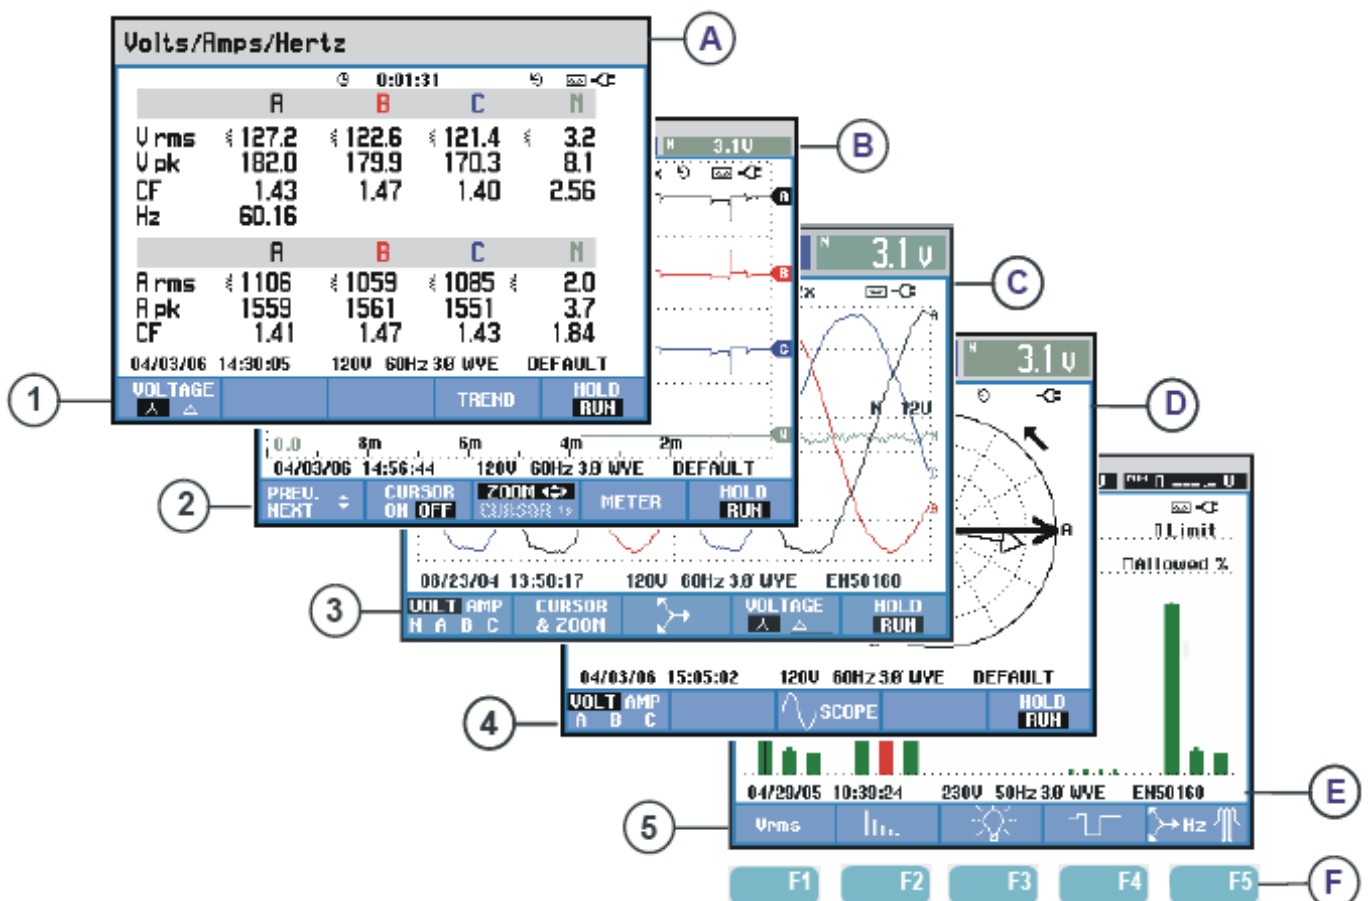

Figura 5-1. Vedere de ansamblu asupra tipurilor de ecrane
În continuare este oferită o descriere sumară a fiecărui tip de ecran și scopu acestuia. Este dat de asemenea și modul de măsurare pentru care este utilizat cât și capitolul cu informații detaliate. Cantitatea de informații de pe ecran depinde de numărul fazelor și configurația conectării. Consultați figura 5-1, item 1...5.
①	Ecran multimetru: oferă o privire de ansamblu instantanee despre multe valori numerice măsurate importante. Utilizat pentru: Vloți/Amperi/Herți (Capitolul 8), Scăderi & Creșteri (Capitolul 9), Armonice (Capitolul 10), Putere & Energie (Capitolul 11), Flicker (Capitolul 12), Dezechilibru (Capitolul 13), Monitorizarea calității puterii (Capitolul 18).
②	Ecran tendință: acest tip de ecran este corelat cu ecranul multimetru. Prezintă evoluția în timp a valorilor măsurate din ecranul multimetru. După selectarea unui mod de măsurare, Analizorul pornește înregistrarea tuturor valorilor măsurate în ecranul multimetru. Utilizat pentru: Vloți/Amperi/Herți (Capitolul 8), Scăderi & Creșteri (Capitolul 9), Putere & Energie (Capitolul 11), Flicker (Capitolul 12) și Curent Inrush (Capitolul 15)
③	Ecran forme de undă: Prezintă formele de undă pentru tensiune și curent așa cum sunt afișate pe un osciloscop. Canalul A (L1) este canalul de referință și sunt afișate două perioade complete începând de la 0 volți. Tensiunea și frecvența nominală determină dimensiunea grilei de măsurare. Utilizat pentru: Osciloscop forme de undă (Capitolul 7) și Efecte tranzitorii (Capitolul 14)
④	Ecran fazor: Prezintă defazajul între tensiuni și curent sub forma unei diagrame de vectori. Vectorul de referință – canalul A (L1) – indică spre direcția pozitivă orizontală. Amplitudinea pentru A (L1) este referință pentru dimensiunea grilei de măsurare. Utilizat pentru: Osciloscop fazor (Capitolul 7) și Dezechilibru (Capitolul 13)
⑤	Ecran grafic bare: prezintă densitatea fiecărui parametru măsurat ca procent, cu ajutorul unui grafic cu bare. Utilizat pentru: Armonice (Capitolul 10) și Monitorizarea calității puterii (Capitolul 18).
Consultați Figura 5-1, item A...F.